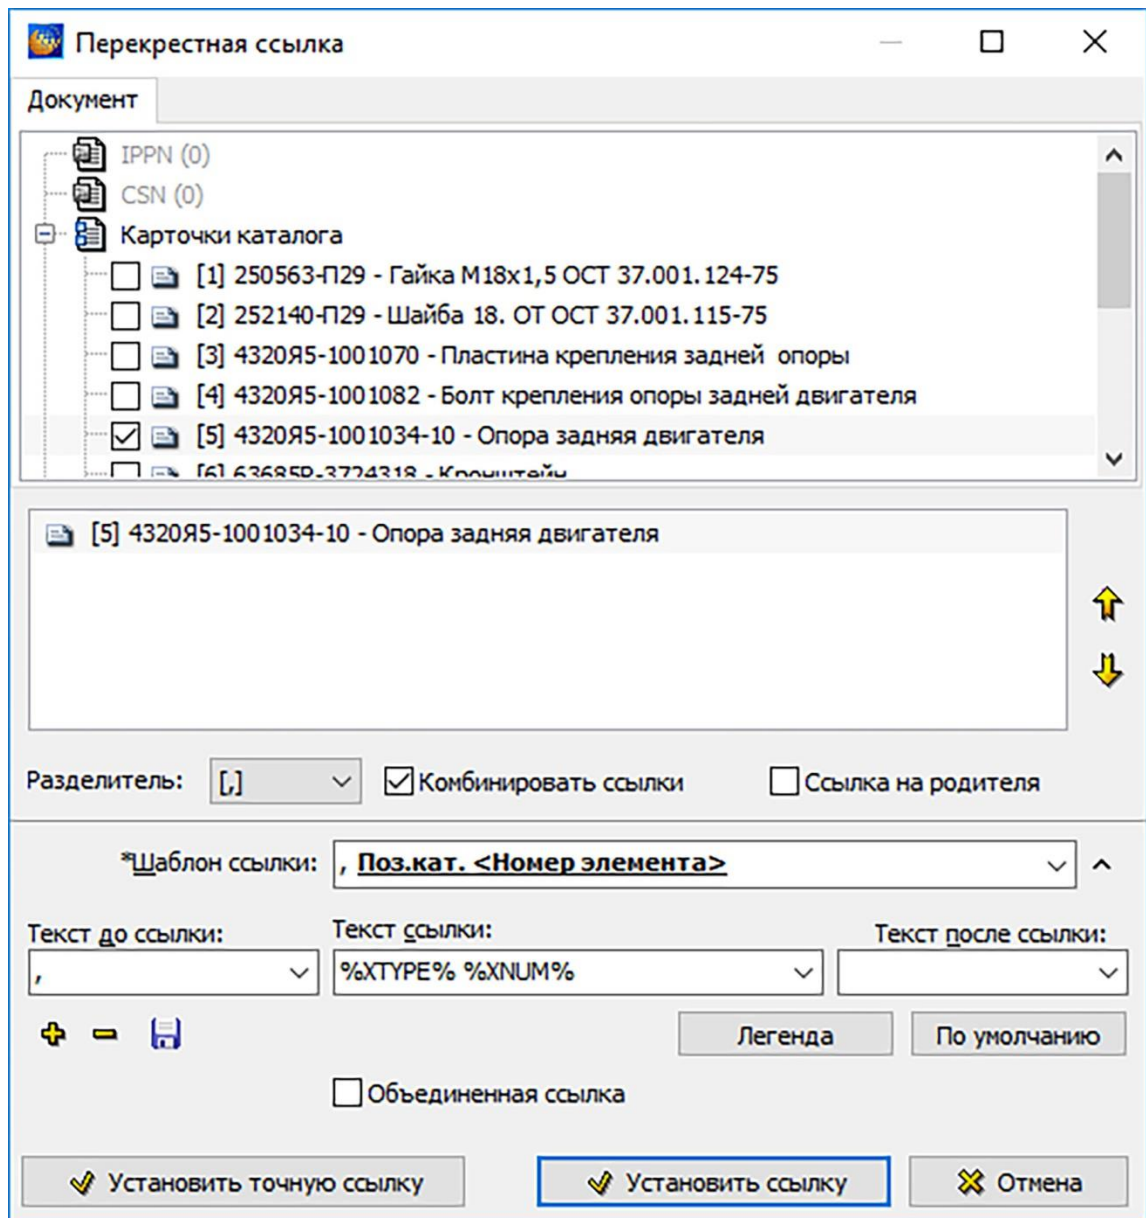

Рисунок 257
5) Окно с внутренними объектами версии МД (рисунок 257) появится после нажатия на  слева от версии МД в структуре проекта. Это окно также можно вызвать нажатием на кнопку  в нижней правой части окна и выбором команды **Установить перекрестную ссылку**. В диалоговом окне **Перекрестная ссылка** отображена структура модуля данных, объект которого будет использован для ссылки.
6) Выделите объект для ссылки (рисунок 257).